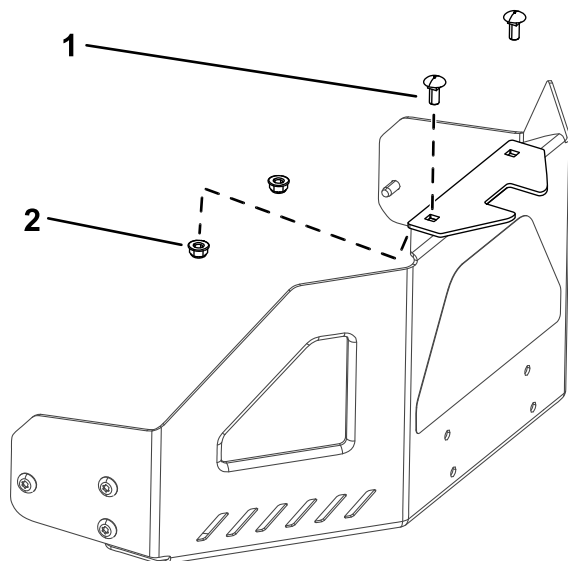

図 5
1. エンジンガードにスタビライザブラケットを取り付けるキャリッジボルト 5/16 x ¾" 2本とロックナット 5/16" 2個を使用する 図 5。